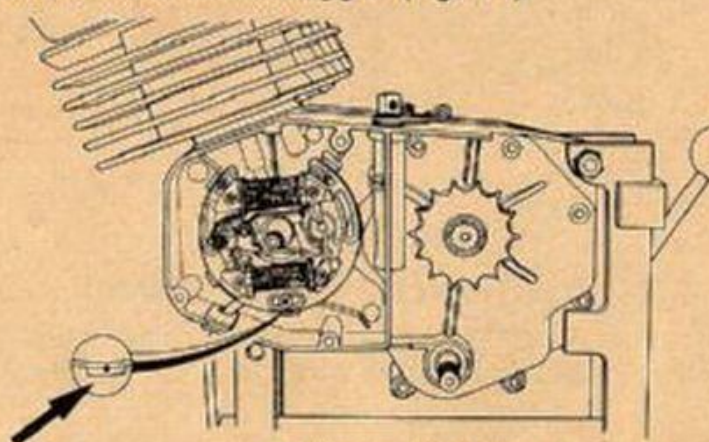

FIG. 11 Segni di riferimento
- 5) **PRIMA** di rimuovere lo statore, fare due segni di riferimento corrispondenti, uno sulla sede nel semicaratter e l'altro sulla piastra statore, per consentire l'esatto posizionamento all'atto del rimontaggio (fig. 11).